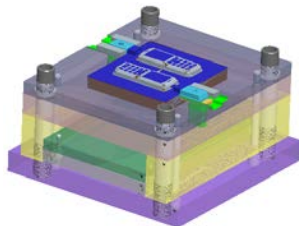

图 31.67 定义斜导柱滑块 2
Step9. 参考 Step7 创建斜导柱滑块 2。选择 Step4 创建的坐标系 ACS1 为参考，完成后的结果如图 31.67 所示。